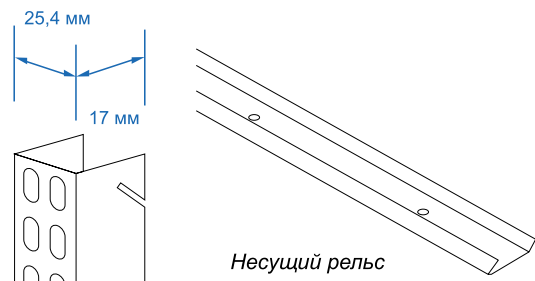

Рис. 2
Навесная система (рис. 2)
Настенная система (рис. 2)
- 2 Вставить в паз кронштейна соединительные скобы (рис. 2);